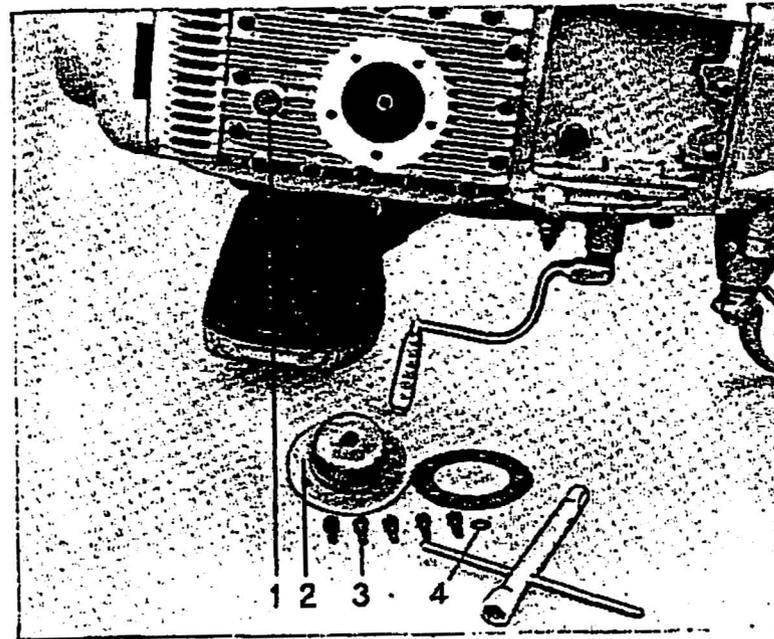

Fig. 5
- ist der Oelfilter im Motorgehäuse gründlich zu reinigen (siehe Seite 91 und Fig. 5).
- le filtre à huile dans le carter moteur est à nettoyer selon les prescriptions (voir pg. 91 et fig. 5).
- ist das Öl im Motorgehäuse komplett zu entleeren, indem man die Ölablassschraube 1 der vorderen Seite des unteren Deckels abschraubt (siehe Fig. 5)
- vidanger le carter moteur en dévissant le boulon 1 placé à l'avant du couvercle inférieur moteur (voir fig. 5).
- Beim Entleeren des Motorenöls ist der Oelfilter zu demonstrieren (siehe Fig. 5). Der Filterträger-Deckel 2 ist wegzunehmen, indem man die Befestigungsschrauben 3 heraus-schraubt. Der Filter ist mit Druckluft zu reinigen. Die Papierdichtung unter dem Filterträger darf nicht beschädigt werden. Wenn nötig ist sie zu ersetzen. Man vergesse nicht, die Befestigungsschrauben wiederum mit den Aluminium- oder Messing-Rondellen zu montieren.
- Lors du vidange d'huile du moteur démonter le filtre à huile (voir fig. 5). Enlever le couvercle porte-filtre 2 après avoir dévissé les boulons de fixation 3. Nettoyer le filtre avec un jet d'air. Ne pas abimer le joint de papier placé sous le couvercle. Au besoin le remplacer. Ne pas oublier de monter les boulons de fixation avec les rondelles aluminium ou laiton.